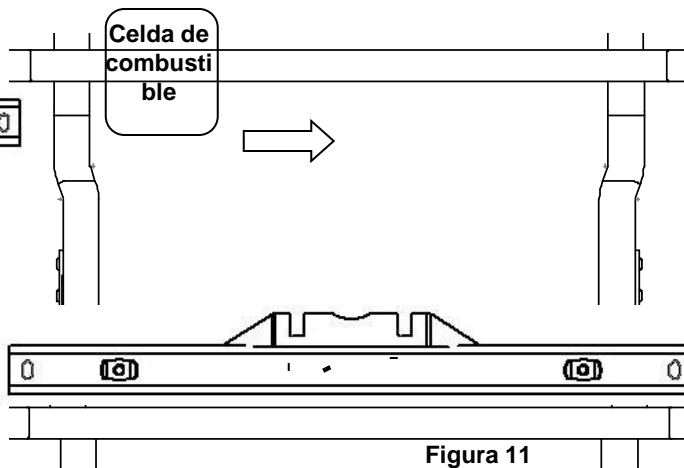

Figura 11
Paso 16C : Inserte el segundo larguero desde la rueda trasera del lado del conductor bien por encima del bastidor. Apoye el larguero en ambos largueros del bastidor del chasis (Figura 11).